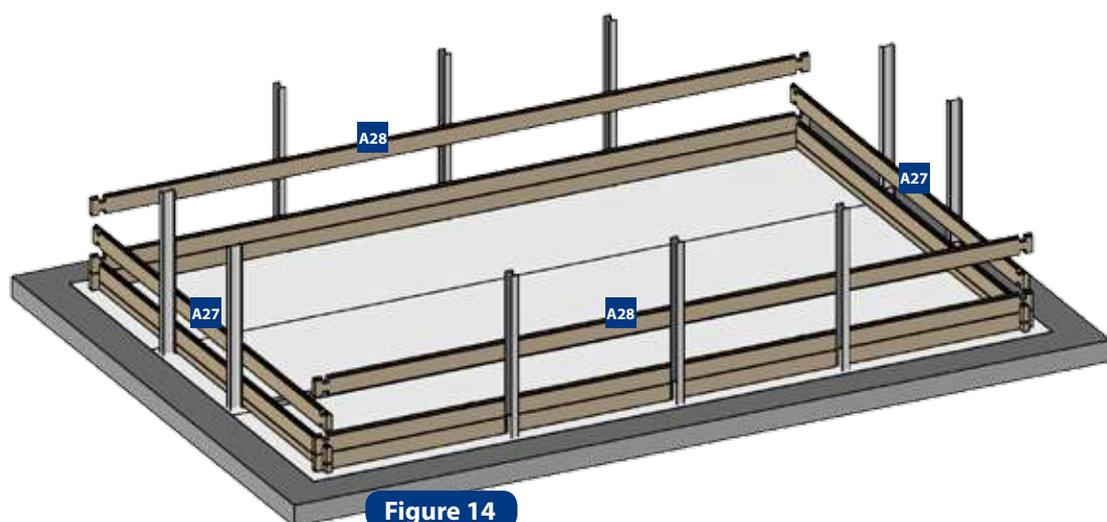

Figure 14
• Positionnez les madriers de la 3^{ème} rangée conformément à la figure 14.